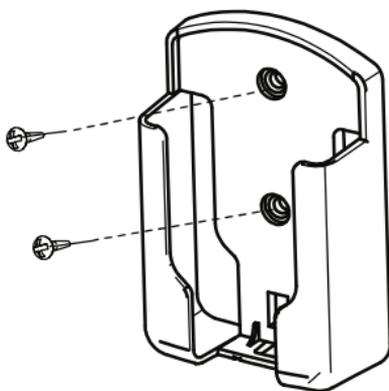

Abb. 2.3
- 1) Befestigen und sichern Sie die Ablage für die Fernbedienung in stabiler Position mit Schrauben (Zubehör) (siehe Abb. 2.3).